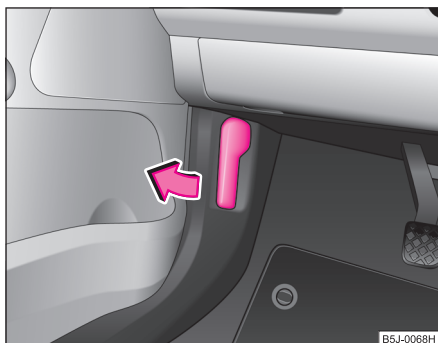

Fig. 153 Palanca de desbloqueo para el capó
- Tire de la palanca de desbloqueo debajo del tablero de instrumentos, lado del conductor ⇒ fig. 153.
- Desbloquee el capó del vano motor ⇒ página 221, fig. 153.